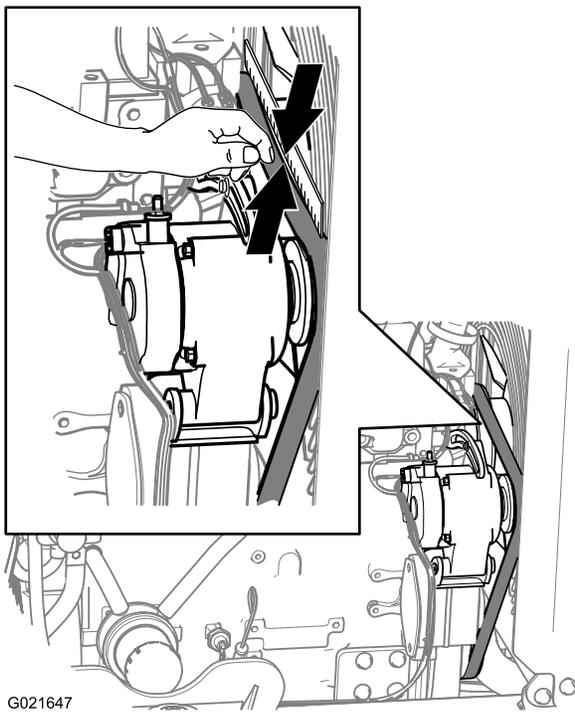

Figura 85
2. Posicione uma régua sobre a correia, entre as polias, como mostra a Figura 85.
3. Pressione a correia para baixo no ponto intermediário entre a polia da ventoinha e a polia do alternador, como mostrado na Figura 85.